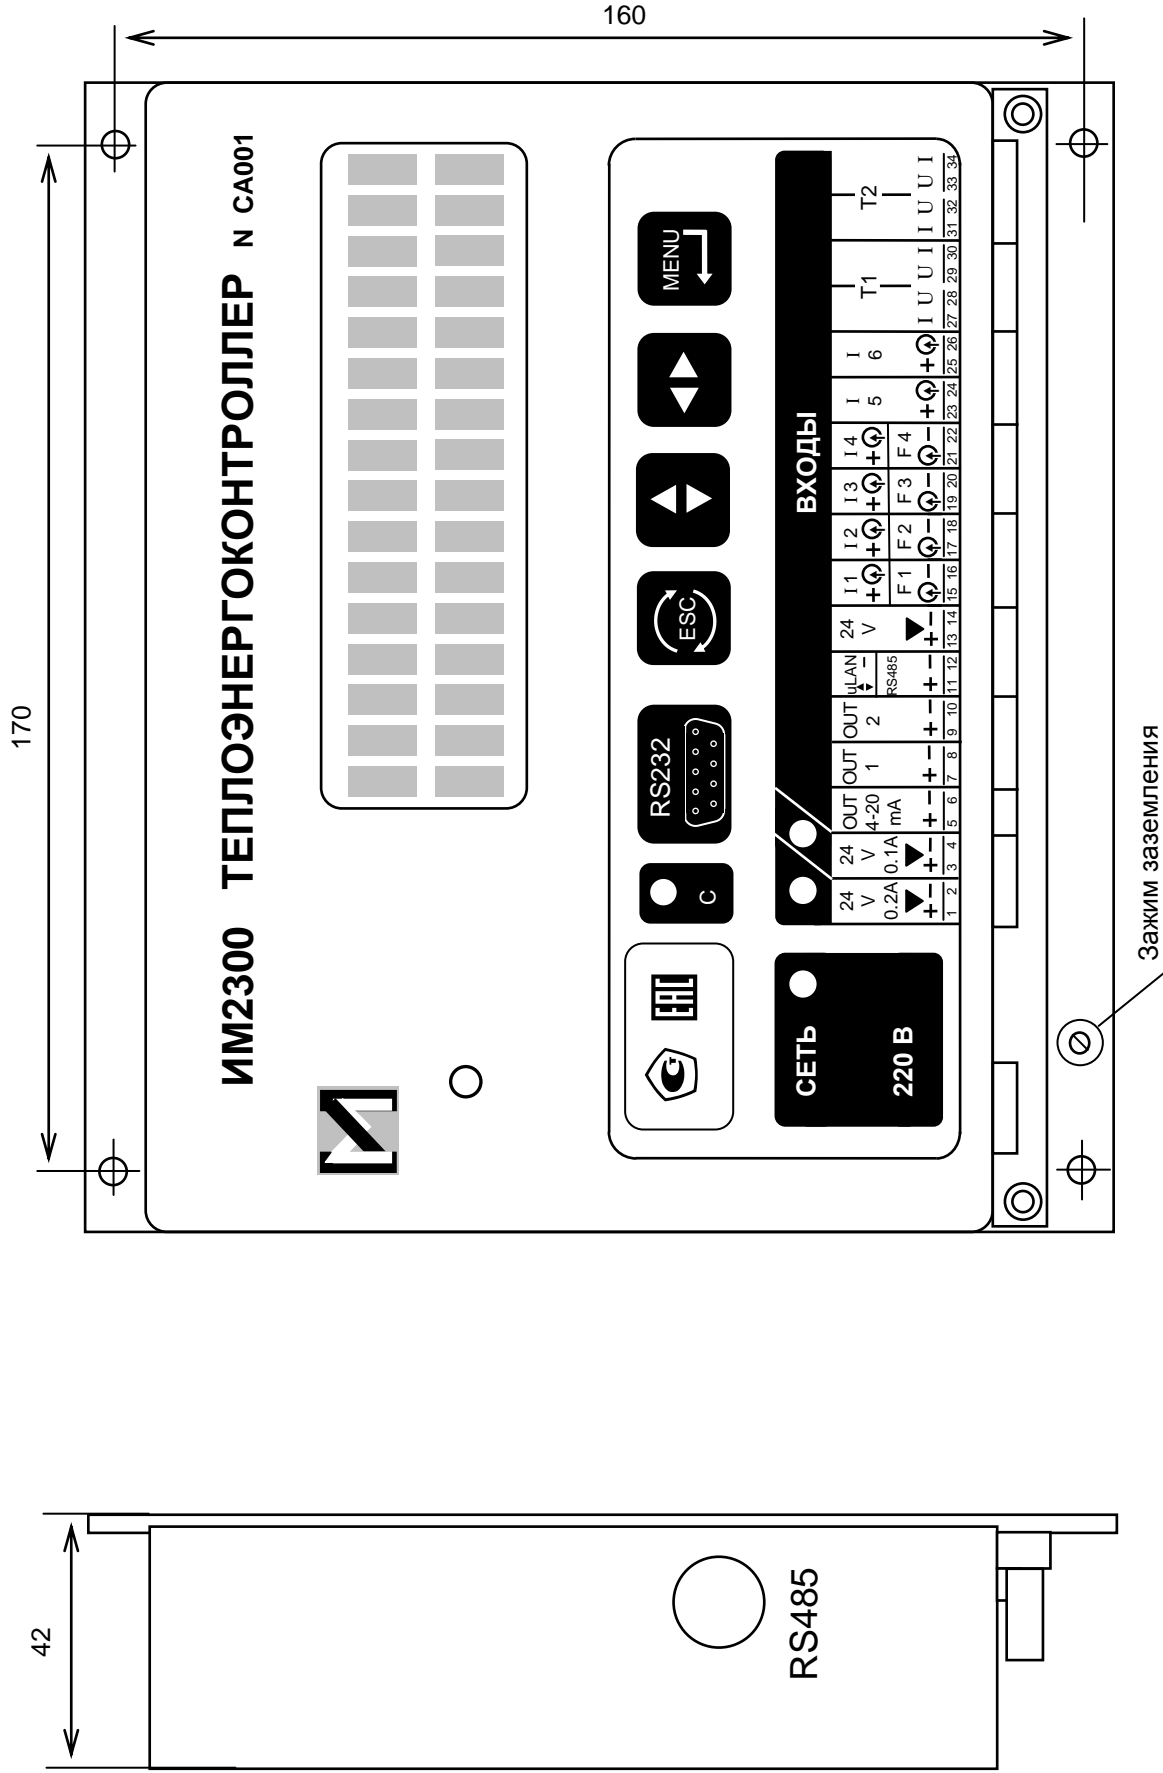

Рисунок 2.1 Органы управления, индикации и коммутации прибора ИМ2300Н1
1.6.1 На каждом приборе нанесены (см. рис.2.1, 2.2, 2.3):
2.2.1 Расположение органов управления, индикации и подключения прибора приведено на рис.2.1 – 2.8.